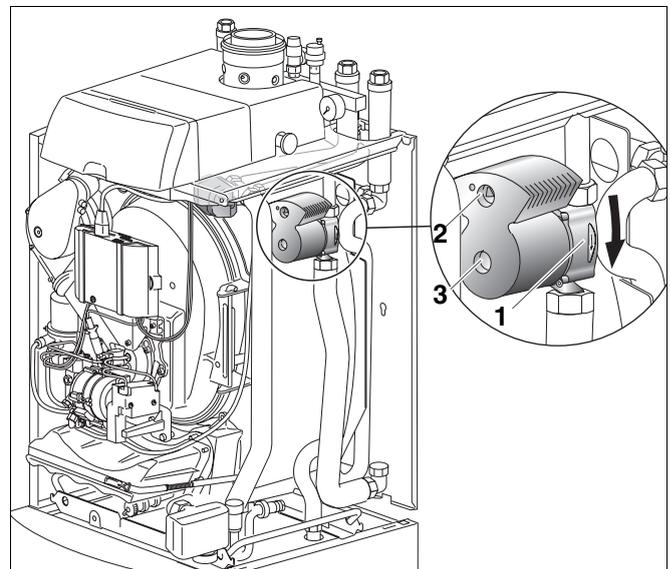

Bild 17 Pumpe
- Kontrollieren Sie die Flussrichtung der Pumpe, der Pfeil (Bild 17, **Pos. 1**) muss nach unten zeigen.